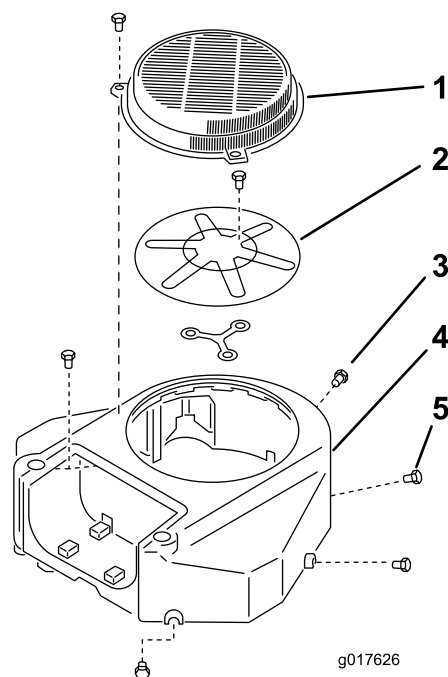

Figura 61
3. Remova o painel de admissão de ar e caixa da ventoinha (Figura 61).
5. Instale o painel de admissão de ar e caixa da ventoinha (Figura 61).